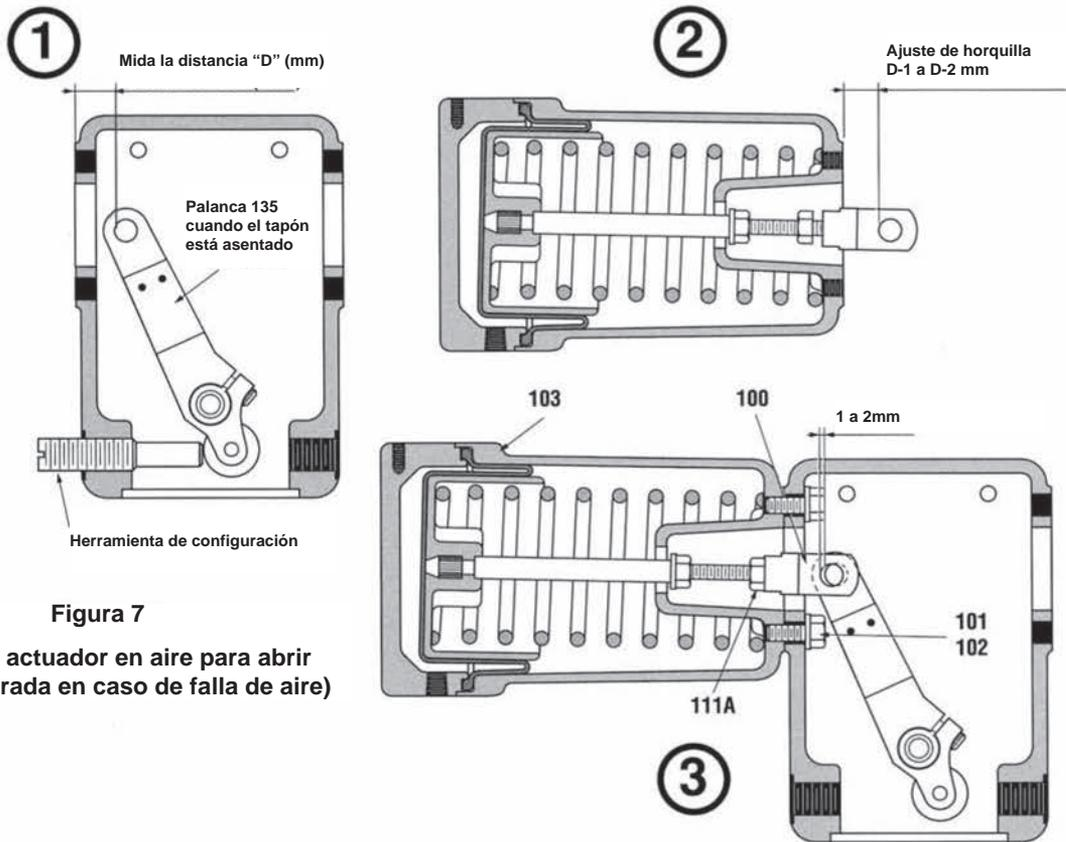

Figura 7
A. Válvula cerrada por falla de aire (aire para abrir) (Figura 7)
- Determine la posición de la palanca en la que la válvula alcanza la estanqueidad requerida y mida la distancia "D" desde la superficie de contacto del barril del resorte en el yugo hasta el comienzo del orificio para el pasador de la horquilla en la palanca (135).
- La horquilla (100) ahora se puede ajustar de modo que la distancia desde el comienzo del orificio para el pasador de la horquilla hasta la superficie de contacto para el yugo sea de 1 a 2 mm menor que la distancia "D" previamente medida.
- Retire la manivela o la herramienta de ajuste y asegure el barril del resorte con los tornillos (101) y las arandelas (102).